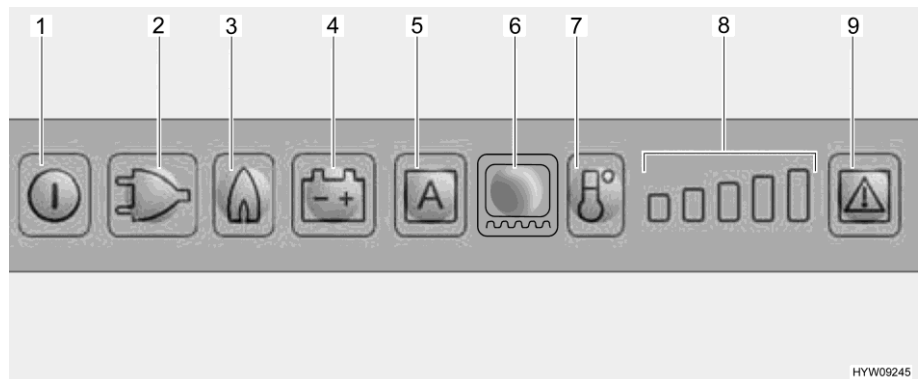

Fig. 160 Quadro comandi LED (frigorifero Dometic)
Selezionando il funzionamento a gas, il dispositivo di sicurezza si apre automaticamente, così che il gas possa fluire al bruciatore. Contemporaneamente si inserisce l'accenditore elettronico. Se la fiamma del gas si spegne, ad es. a causa di un colpo di vento, l'accenditore viene subito azionato riaccendendo il gas. In caso di guasto del funzionamento a gas, i tasti luminosi relativi a gas (Fig. 160,3) e guasto (Fig. 160,9) lampeggiano e viene emesso un segnale acustico per 20 secondi.
- Premere il tasto On/Off (Fig. 160,1) per circa 2 secondi. Il frigorifero si accende e viene visualizzato l'ultima modalità di funzionamento selezionata.
- Premere il tasto luminoso per il tipo di funzionamento desiderato (Fig. 160,2 - 4) o la modalità automatica "AES" (Fig. 160,5) (solo per versione AES).
- Regolare la temperatura di refrigerazione con il tasto di del livello di refrigerazione (Fig. 160,7). L'indicazione del livello di refrigerazione (Fig. 160,8) mostra la regolazione sul termostato.
- Premere il tasto On/Off (Fig. 160,1) per circa 2 secondi.
- Dopo l'accensione il frigorifero seleziona automaticamente la regolazione intermedia del termostato. Questa regolazione può essere modificata manualmente tramite il tasto del livello di refrigerazione (Fig. 160,7). Ci vogliono alcune ore prima che il frigorifero raggiunga la temperatura normale di esercizio. Quando si commuta a un'altra modalità di funzionamento, la regolazione sul termostato viene mantenuta.
- Accendere il riscaldamento del telaio per 2 ore: Premere una volta il tasto luminoso per il riscaldamento del telaio (Fig. 160,6). Sull'indicazione del livello di refrigerazione (Fig. 160,8) si accende una barra.
- Accendere il riscaldamento del telaio per 5 ore: Premere due volte il tasto luminoso per il riscaldamento del telaio (Fig. 160,6). Sull'indicazione del livello di refrigerazione (Fig. 160,8) si accendono due barre.
- Regolazione del riscaldamento del telaio ad esercizio continuo: Premere tre volte il tasto luminoso per il riscaldamento del telaio (Fig. 160,6). Sull'indicazione del livello di refrigerazione (Fig. 160,8) si accendono tre barre.
L'indicazione del livello di refrigerazione (Fig. 160,8) indica per alcuni secondi la durata di esercizio del riscaldamento del telaio.
In caso di guasto, il tasto luminoso Guasto (Fig. 160,9) lampeggia. Lampeggia inoltre uno dei tasti luminosi della modalità di funzionamento o l'indicazione del livello di refrigerazione. Viene emesso anche un segnale acustico. Per le note sulla visualizzazione degli errori e la loro eliminazione, vedi capitolo 15.
- ▷ Dopo aver eliminato un guasto del funzionamento a gas, premere il tasto luminoso Reset (Fig. 160,9).